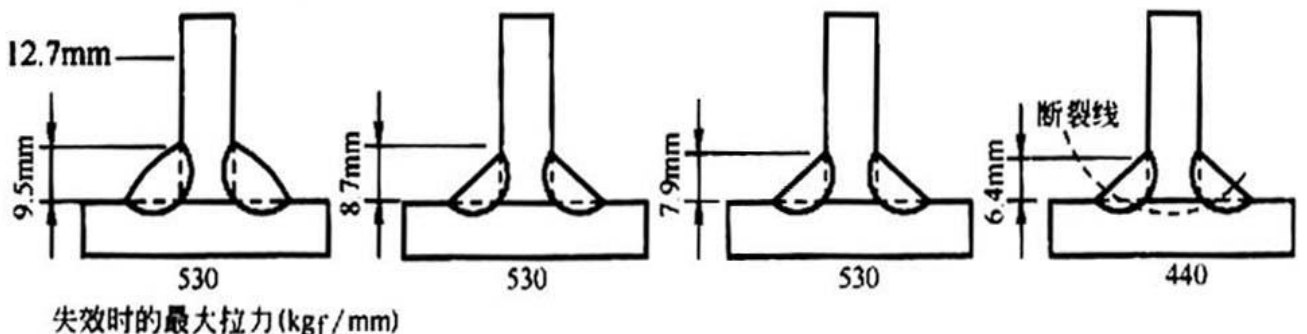

图 55 尺寸不够大的角焊缝对焊缝强度的影响
② 一个总的原则是，角焊缝尺寸应为被焊金属板厚度的 **75%**，以便增强整个金属板的强度。依据这种方法，在厚度 **12.5mm** 金属板上焊接尺寸为 **9.5mm** 的角焊缝的强度应比母材金属高，对于尺寸为 **8.7mm** 和 **8mm** 的角焊缝也是这样。当角焊缝尺寸减小到 **6.4mm** 时，焊缝金属在 **220kgf/mm** 压力（该压力值是美国焊接学会施用压力的 **5** 倍多）作用下才发生破断。尺寸不够大的角焊缝对焊缝强度的影响如图 55 所示。